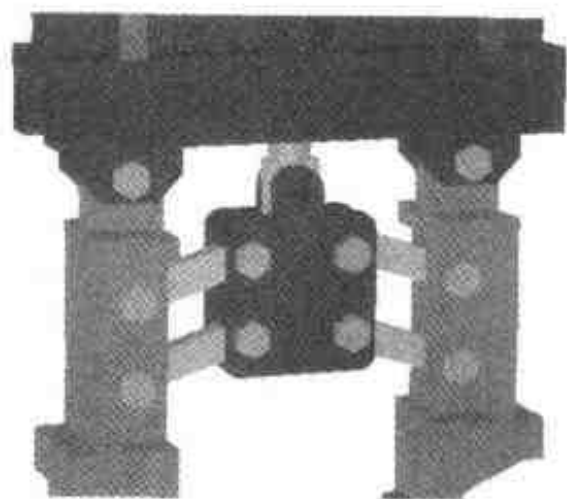

图 5.78 完成机械手的夹持动作(动画)
- (7) 单击智能动画【打开】按钮, 进入动画状态, 单击【播放】按钮观察动画效果, 结果如图 5.78 所示, 机械手的夹持动作一共持续了 5 次(5 个往复)。